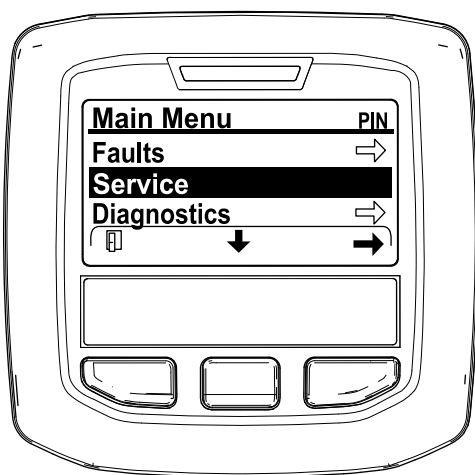

Figure 42
2. Naviguez jusqu'au MENU PRINCIPAL, appuyez sur le bouton central pour défiler jusqu'au menu ENTRETIEN et appuyez sur le bouton droit pour sélectionner l'option ENTRETIEN (Figure 42).